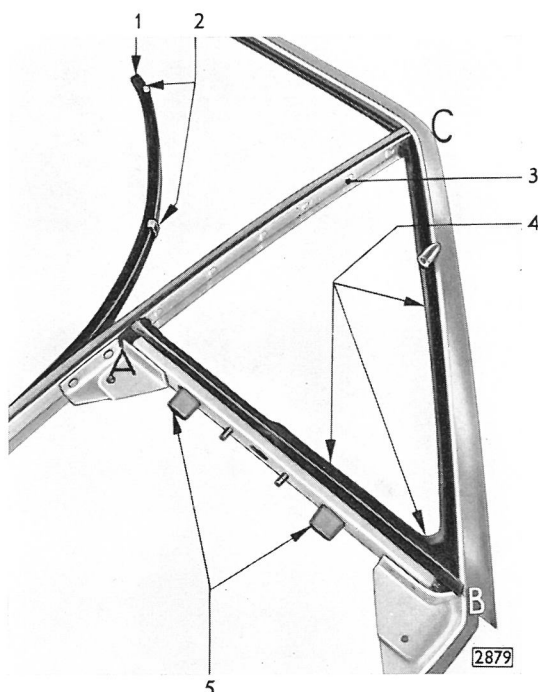

Bild 110 - Vordere Drehfensterdichtung in Fensterrahmen einkleben
1. Wenn außer der hinteren Drehfensterdichtung (108/1) auch die vordere Drehfensterdichtung zu ersetzen ist (Bild 110), muß dies
4. In Türfensterrahmen unten Gummikleber L 002 407/4 streichen und Dichtung unten in Fensterrahmen im Bereich von A bis B (Bild 110) einkleben. Hierbei beachten, daß sich die zwei Gummizapfen (110/5), in denen sich die Wasserabflöcher befinden, in den Fensterrahmen einsetzen.